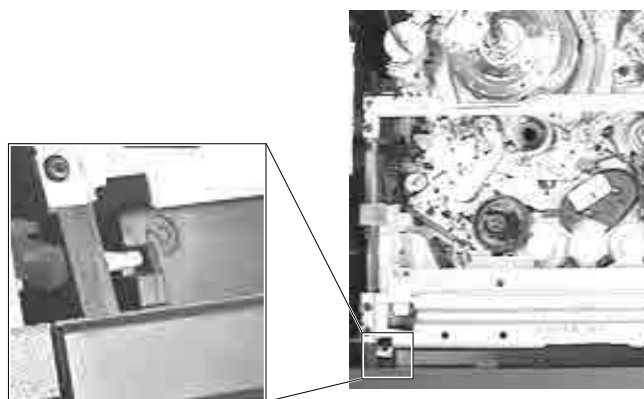

Fig. 4
- Hinweis zum Zusammenbau: Beim Aufstecken der Frontblende von vorne auf das Gerät ist die Cassettenklappe so nach innen zu drücken, daß der Hebel in die Führung (Fig. 4) der Cassettenklappe eintaucht.
- Note: When attaching the front panel from the front to the video recorder press the cassette lid inwards so that the lever engages with the guide (Fig. 4) of the cassette lid.